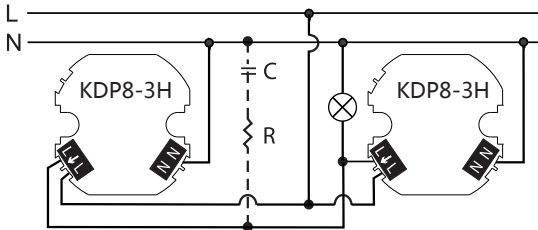

FIG.10
Conexión de dos detectores en paralelo (Ver FIG.10).
- Desatornille terminal y consulte el diagrama de conexiones (Ver FIG.6 - FIG.10) para insertar los cables en sus correspondientes entradas. Asegúrese de dejar fuera unos 6-8mm de cable y de pelar el final de los mismos. (Ver FIG.12).